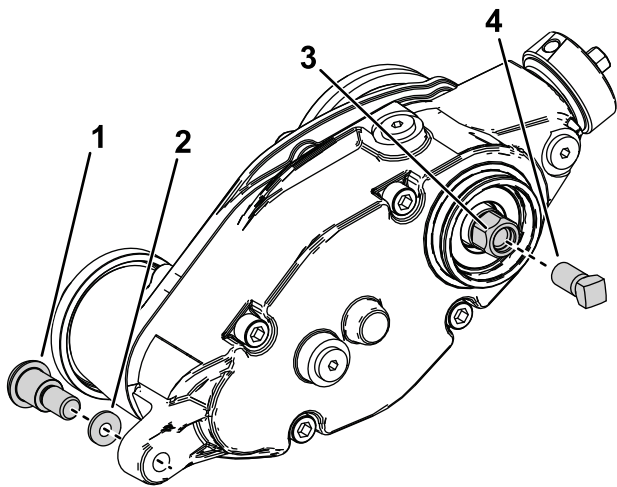

Figura 34
2. Retire los pernos de la tapa que conectan el groomer a la caja de transmisión (Figura 34).
3. Retire el perno de cuello largo y la arandela endurecida que conectan la caja de transmisión del groomer al brazo del regulador (Figura 34).
5. Instale el tornillo de refuerzo (n.º de pieza 1-803022 – se vende por separado) en las roscas internas del cabezal hexagonal de la transmisión del groomer y apriételo a 13,5 Nm, tal y como se muestra en la Figura 34.
6. Retire la caja de transmisión del groomer del molinete de corte girando el cabezal hexagonal de la transmisión del groomer (Figura 34).